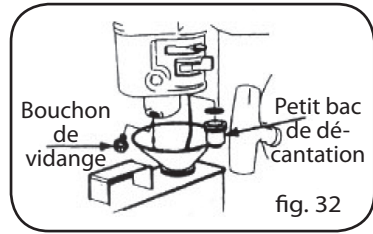

fig. 32
1. Remplacer l'huile moteur (Fig. 32).